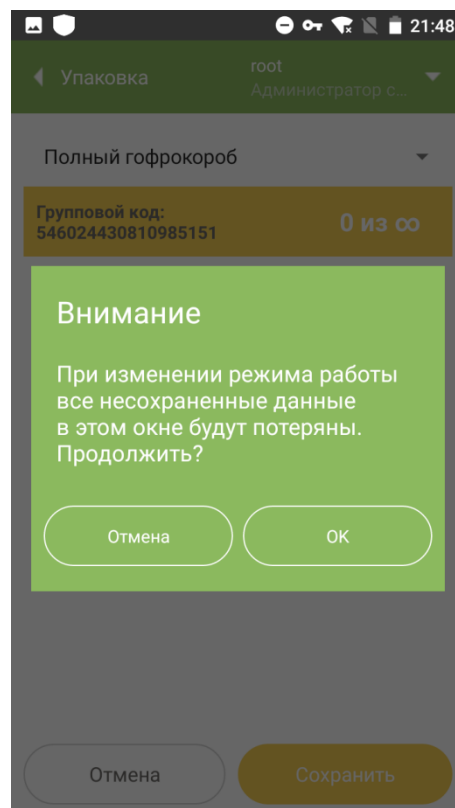

Рисунок 2.14
- 2.2.2. Если требуется изменить групповой код, следует просканировать новый. На ТСД появится всплывающее окно «Выполнено. Групповой код изменен» (Рисунок 2.14). Подтвердить нажатием «ОК».
- 2.2.3. Если требуется изменить короб на полный, выбрать из выпадающего списка «Полный гофрокороб». Появится системное сообщение о том, что несохраненная информация будет утеряна (Рисунок 2.14).